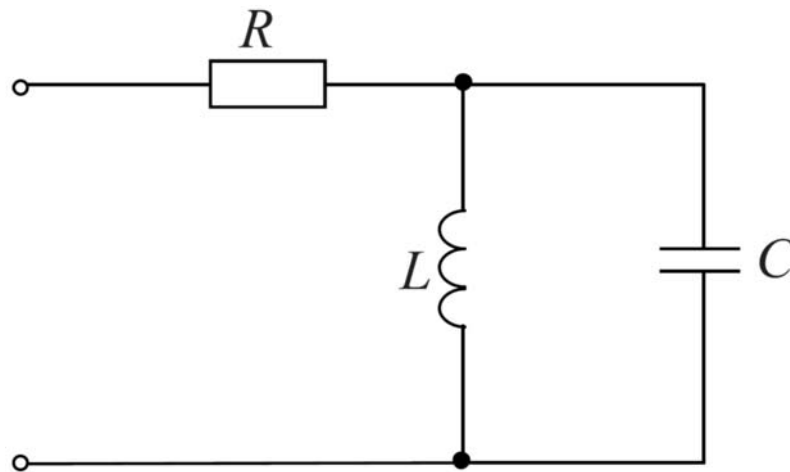

Рис. 25
3.5 Определить емкость цепи, изображенной на рис. 25, если резонанс токов наступает при частоте $\omega = 2000 \text{ рад/с}$ и индуктивности $L = 0,1 \text{ Гн}$.